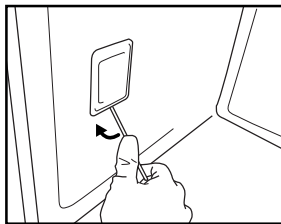

Fig. 7
3. A l'aide d'un tournevis à tête plate que vous utiliserez pour faire levier vers l'extérieur, dégagez le capot de l'ampoule (Fig. 7).